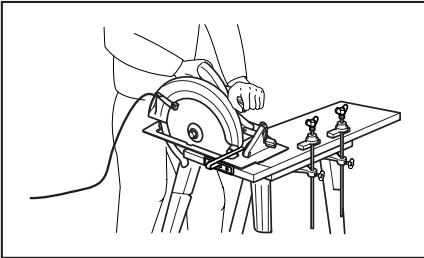

Fig. 4 Illustration modèle d'une bonne prise et d'un soutien adéquat de la pièce, et faites courir le cordon.
**AVERTISSEMENT :** Il est important que la pièce soit bien soutenue et que la scie soit tenue solidement pour éviter toute perte de maîtrise et toute blessure éventuelle. La Fig. 4 fournit une illustration modèle de la façon de saisir l'outil.